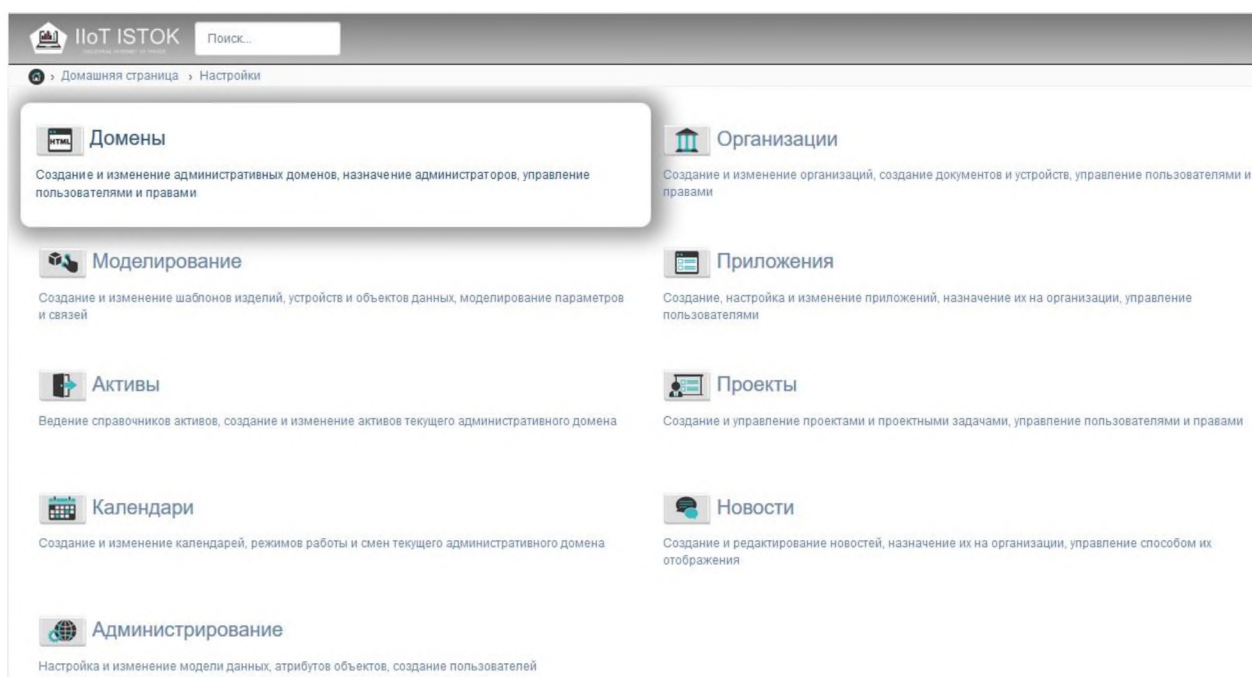

Рисунок 4 – Меню настроек. Раздел **Домены**
- 2) Нажмите кнопку **Новый административный домен** (рис. 4).